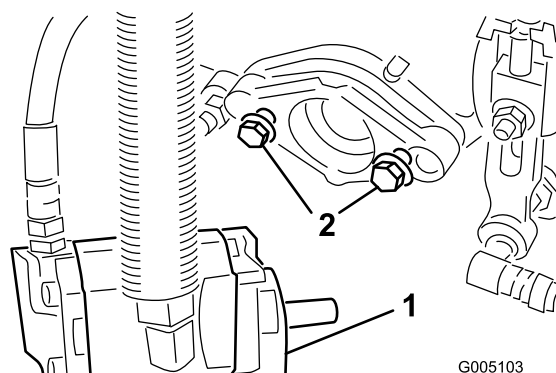

図 11
カッティングユニットに装着する。ネジ山が13 mm程度突き出るようにする（図 11）。
11. 取り付けボルトを締め付ける。（図 11）。